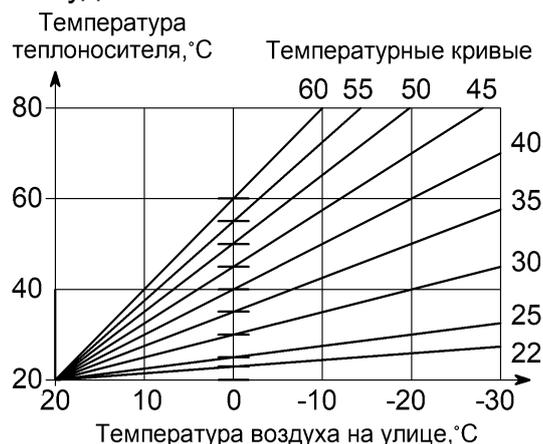
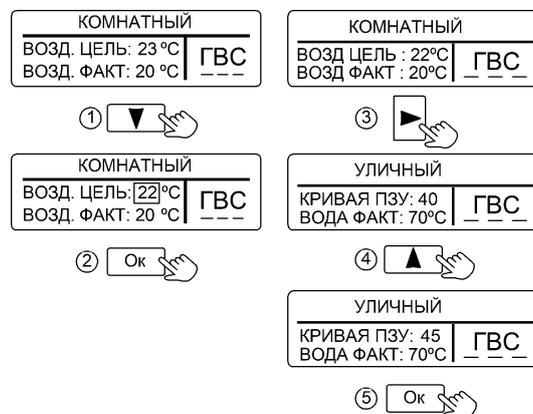
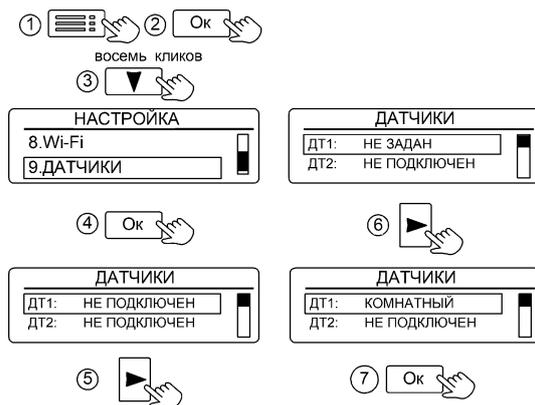

Рисунок 9. Зависимость температуры теплоносителя от температуры воздуха на улице
Рисунок 10. Настройка ограничения температуры и кривой ПЗУ
Рисунок 23. Настройка проводных датчиков
**10.4 «УЛИЧНЫЙ»** – режим поддержания температуры теплоносителя в зависимости от температуры воздуха на улице по одной из погодозависимых кривых (см. рис. 9). Датчик температуры воздуха устанавливается на улице.
Для изменения заводской настройки нужно в соответствии с рис. 9 выбрать ту кривую, при которой в помещении станет комфортно. Если в помещении холодно - следует выбрать кривую с большим номиналом, если жарко - с меньшим. Чем больше величина теплотеря здания, тем выше номер кривой. Изменение значения кривой ПЗУ показано на рис. 10.
состояние термостата. Если произведено подключение датчика температуры воздуха (см. рис. 23) и настроено ограничение температуры воздуха в помещении (см. рис. 10), то при достижении температуры воздуха в помещении установленного значения, нагрев теплоносителя будет прекращён. При понижении температуры воздуха, нагрев теплоносителя будет возобновлён. В случае подключения термостата, при достижении температуры воздуха в помещении установленного значения и замыкании контактов термостата, нагрев теплоносителя будет прекращён. При снижении температуры воздуха и размыкании контактов термостата нагрев теплоносителя будет возобновлён.
**Настройка проводных датчиков** выполняется в последовательности (см. рис.23):